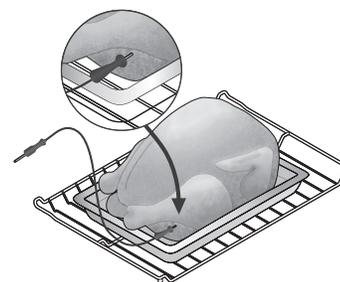

Figure 29 : Sonde insérée dans la partie la plus épaisse de la cuisse
- Pour une volaille ou une dinde, insérez la sonde dans la partie la plus épaisse de l'entrecuisse, juste sous la cuisse (voir figure 29).